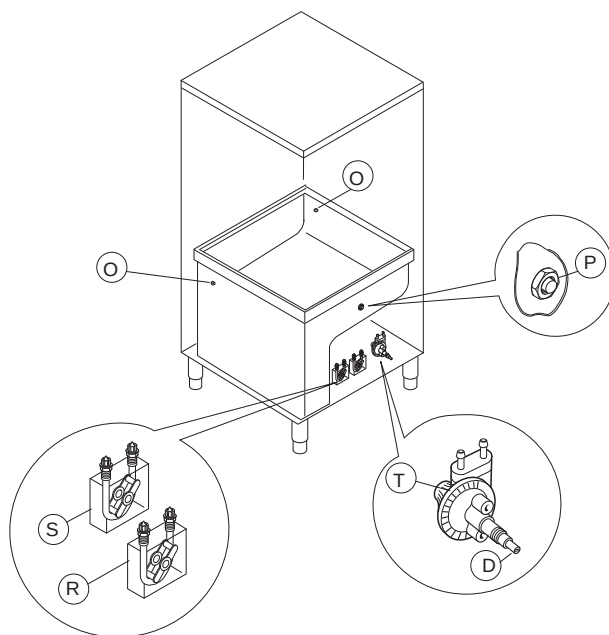

Fig. 12
1. Opvaskemaskine med indbygget doseringspumpe til opvaskemiddel (Fig. 12)
2. Opvaskemaskine med indbygget doseringspumpe til afspændingsmiddel (peristaltikpumpe) (Fig. 12)
3. Opvaskemaskine med indbygget doseringspumpe til afspændingsmiddel (membranpumpe) (Fig. 12)
Forberedelse af automatisk doseringspumpe til opvaskemiddel (Fig. 12)
På maskiner med trykboiler er det muligt at aktivere membrandoseringsbeholderen manuelt ved at trykke på skruen "D" (Fig. 12).
Drej  på skruen "D" for at ændre doseringen (Fig. 12).